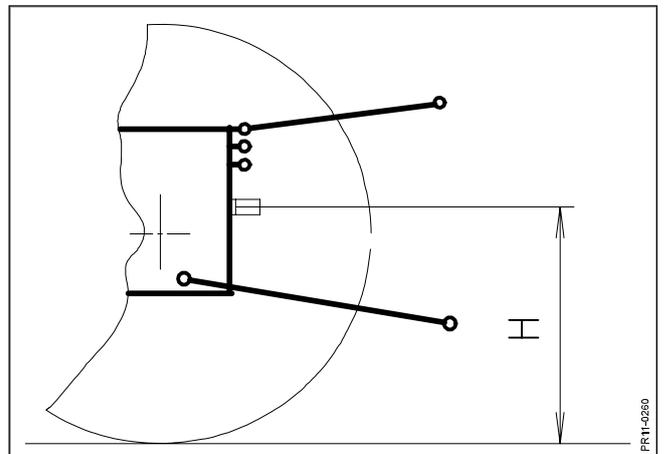

Fig. 2-6
- Fig. 2-6 1) Mesurer la hauteur **H** depuis la sortie prise de force tracteur jusqu'au sol.